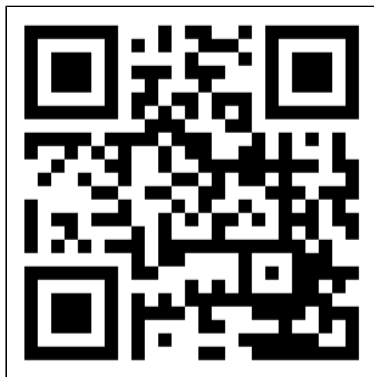

Figure 68.
1. Ouvrez le manuel de l'application Eurom Smart avec le QR-code (Figure 68) ou rendez-vous sur www.eurom.nl/manuals.